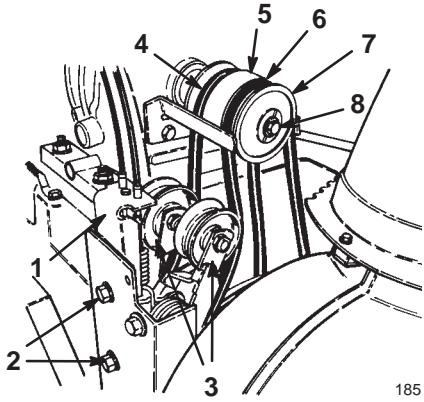

Figure 31
Si la courroie d' entraînement de tarière/roue hélice ou de transmission (Fig. 31) est usée, imbibée d' huile ou endommagée de quelque autre manière, remplacez-la par une courroie neuve.
5. Enlevez les deux boulons à embase qui fixent l'ensemble poulie folle au bâti du moteur et déposez l'ensemble poulie folle (Fig. 31).
6. Enlevez le boulon et la rondelle de blocage qui fixent la demi-poulie à gorge à l'avant de l'ensemble poulie (Fig. 31).
7. Déposez la demi-poulie à gorge et la courroie d' entraînement de tarière/roue hélice hors du vilebrequin et déposez la courroie (Fig. 31).
8. Si la courroie de transmission aux roues doit être remplacée, déposez la partie centrale de la poulie et la courroie du vilebrequin, puis déposez la courroie de la poulie (Fig. 31).
10. Si vous remplacez la courroie de transmission, installez-la autour de la transmission aux roues et de la poulie centrale, et glissez cette dernière sur le vilebrequin (Fig. 31).
11. Installez la courroie sur la poulie folle (Fig. 31).
12. Installez la courroie d' entraînement de tarière/roue hélice autour de la demi-poulie à gorge et glissez cette dernière sur le vilebrequin (Fig. 31).
14. Installez l'ensemble poulies folles sur le bâti du moteur et fixez-le avec les deux boulons à embase (Fig. 31).